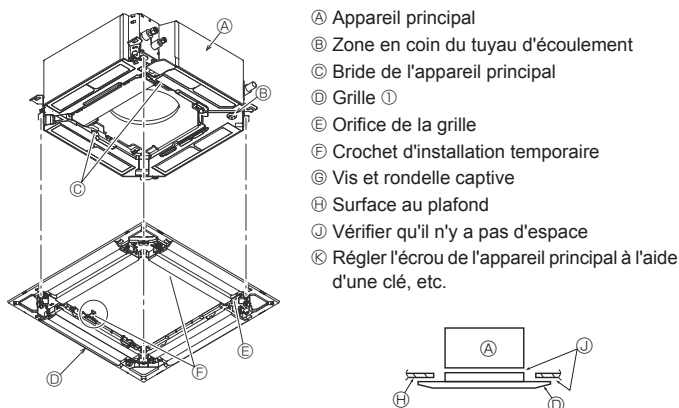

Fig. 9-6
9.4.2. Mise en place provisoire de la grille (Fig. 9-6)
- Fixez la grille sur l'appareil principal en serrant les vis mises en place au préalable. (Fig. 9-6)
- Après avoir serré la vis, vérifiez que les deux crochets de la grille (Fig. 9-6) sont en prise avec les crochets de l'appareil principal.